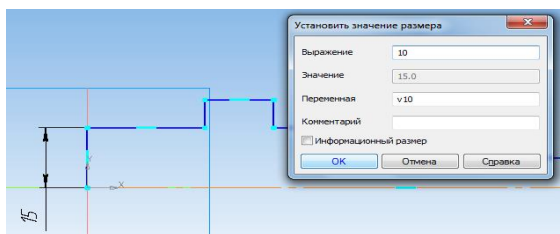

Рис. 8
**\*\*В появившемся окне в строке **Выражение** указать нужное нам значение (если вам дан по условию размер диаметра, например  $\phi 20$ , то необходимо указать половину этого значения, т.е. 10 и нажать кнопку **ОК**. Линейные размеры остаются без изменений, см. рис. 8,9).**